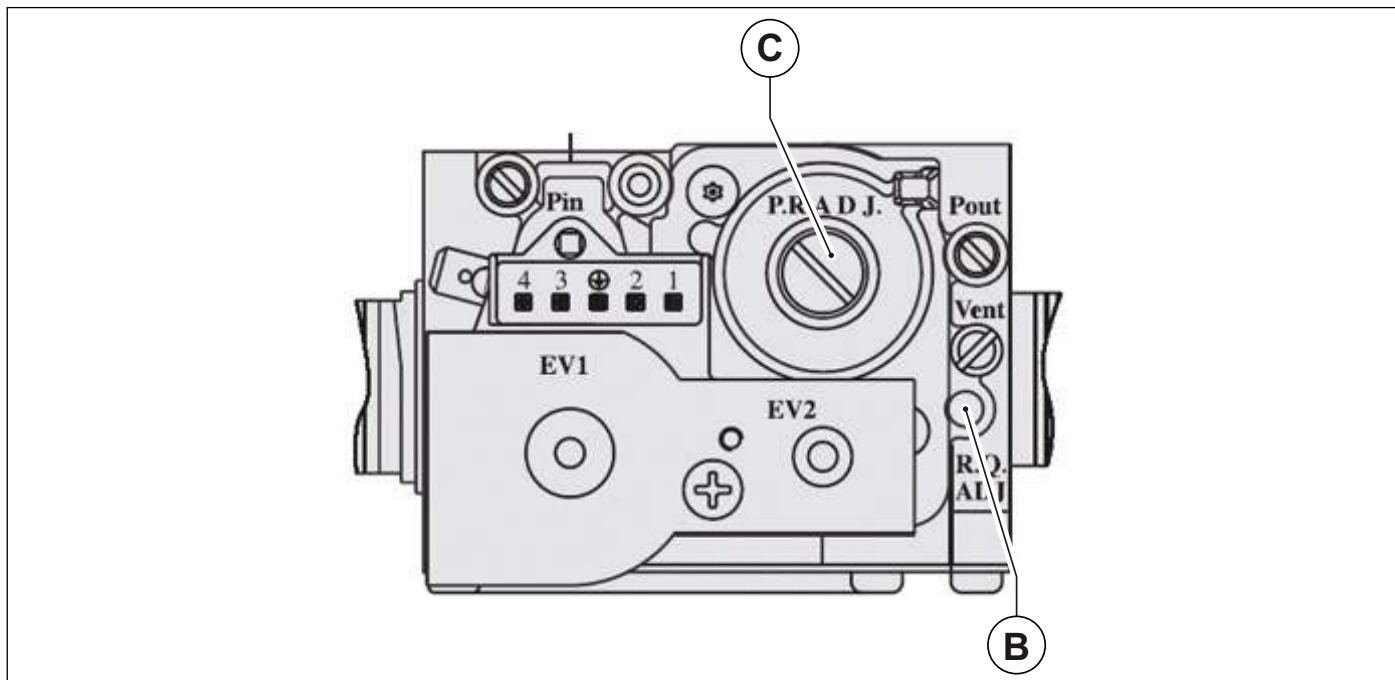

Рис. 40 Регулировка уровни содержания углекислого газа
- Отрегулировать уровень содержания углекислого газа (CO₂) в дымовых газах с помощью соответствующего регулятора **B** (смотри Рис. 40 Регулировка уровни содержания углекислого газаи удостовериться, что его величина находится в пределах, указанных в Табл. 23 Содержание CO₂ в дымовых газах. Не выключая режим "трубочист", перейти к следующему этапу — регулировке минимальной мощности.
- Отрегулировать уровень содержания углекислого газа (CO₂) в дымовых газах, вращая регулятор «offset» **C** (смотри Рис. 40 Регулировка уровни содержания углекислого газаи удостовериться, что его величина находится в пределах, указанных в Табл. 23 Содержание CO₂ в дымовых газах.